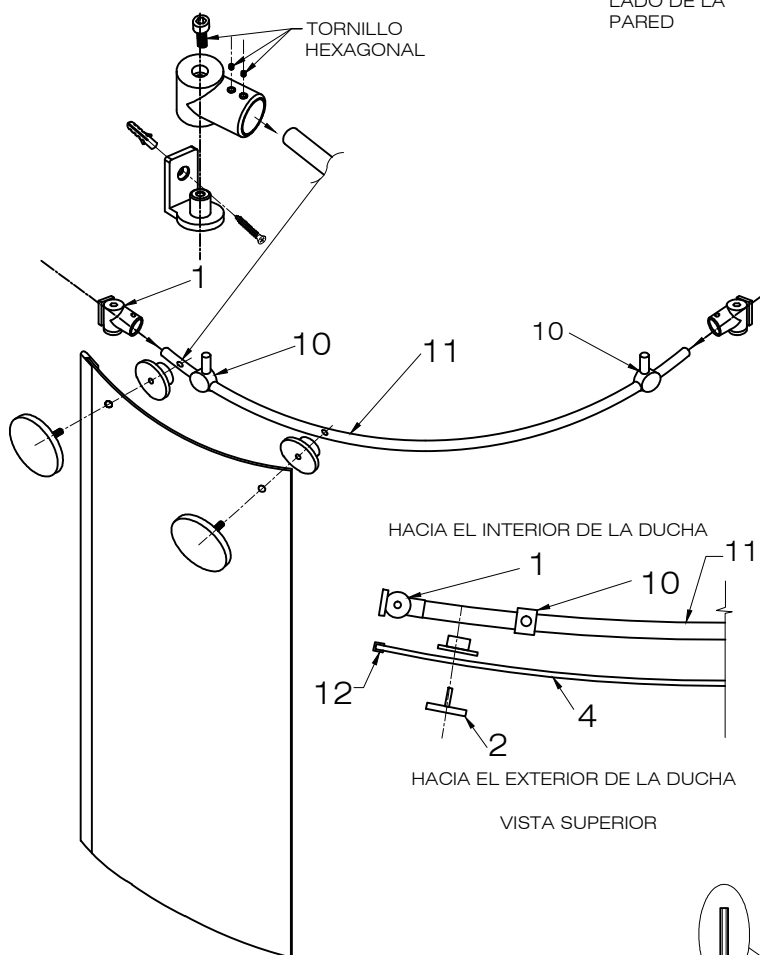

FIG. 4
4. Coloque el travesaño estructural (nro. 11) dentro del soporte de pared (nro. 1). Ajuste los dos tornillos hexagonales del soporte. [CONSULTE LA FIG. 4] Repita este procedimiento con el otro soporte.
6. Atornille el panel fijo (nro. 4) al travesaño estructural (nro. 11) con los soportes del panel fijo (nro. 2). [CONSULTE LA FIG. 4]